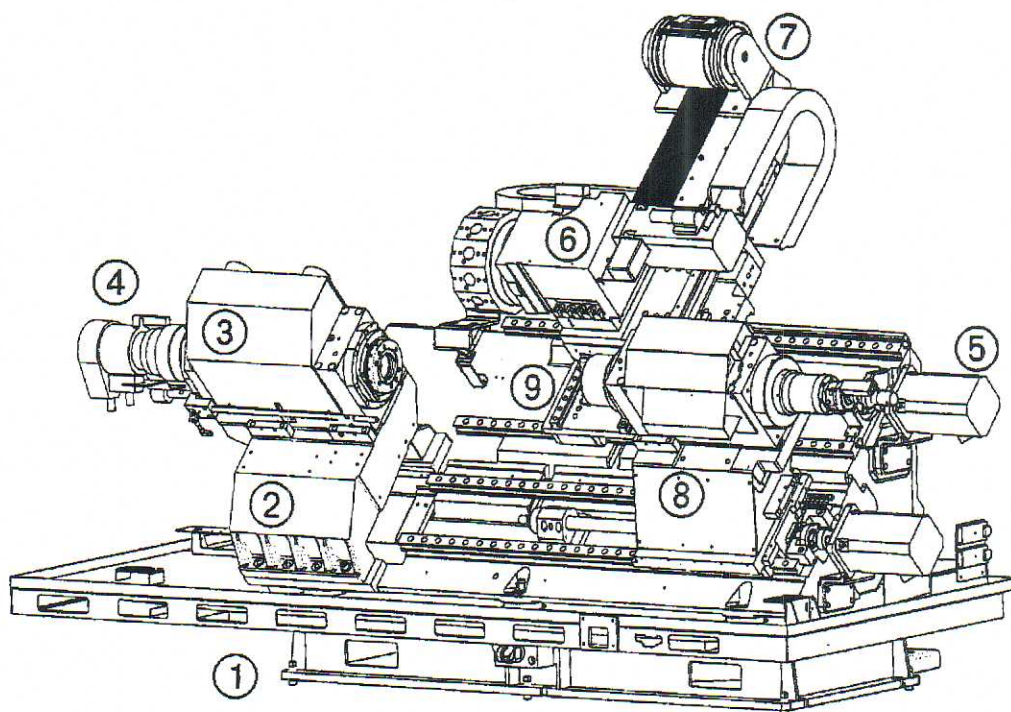

Рис. 2. Проставить номера базовых деталей и механизмов станка с ЧПУ
3. Провести анализ компоновки гексапода с ЧПУ приведенного на рис.2 и проставить номера базовых деталей и механизмов.